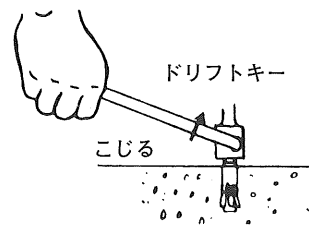

図 9
- (5) 打込み後はドリフトキーでアンカーを分離します。（図9）